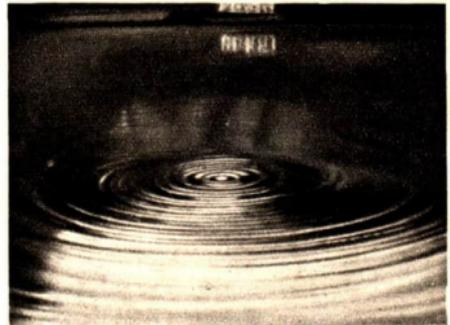

Abb. 143 Ausbreitung von Wasserwellen
e) Schallwellen. Um uns den Vorgang der Schallausbreitung zu veranschaulichen, stellen wir eine Reihe von Dominosteinen hintereinander auf. Werfen wir den ersten um, so stößt er den folgenden und dieser wieder den nächsten um; der Stoß pflanzt sich durch die ganze Reihe hindurch fort. — Die Zinken einer angeschlagenen Stimmgabel stoßen eine an einem Faden befestigte Glasteile, die man dagegen hält, an und schleudern sie fort (Abb. 142). Ähnlich treffen auch die von einer angeschlagenen Glocke ausgehenden Stöße fortgesetzt die umgebenden ruhenden Luftteilchen und schieben sie zusammen. Da die Luft, wie alle Gase, druckelastisch ist, entspannt sie sich selbsttätig wieder; ja, es tritt an Stelle des Überdruckes vorübergehend ein Unterdruck. Es kommt abwechselnd zu *Luftverdichtungen* und *-verdünnungen*, die die Schallquelle kugelförmig umgeben und sich wellenartig in der Luft ausbreiten. So entstehen die sog. *Schallwellen*. Wir können sie mit *Wasserwellen* vergleichen, die im ruhenden Wasser entstehen, wenn wir einen Stein hineinwerfen (Abb. 143).